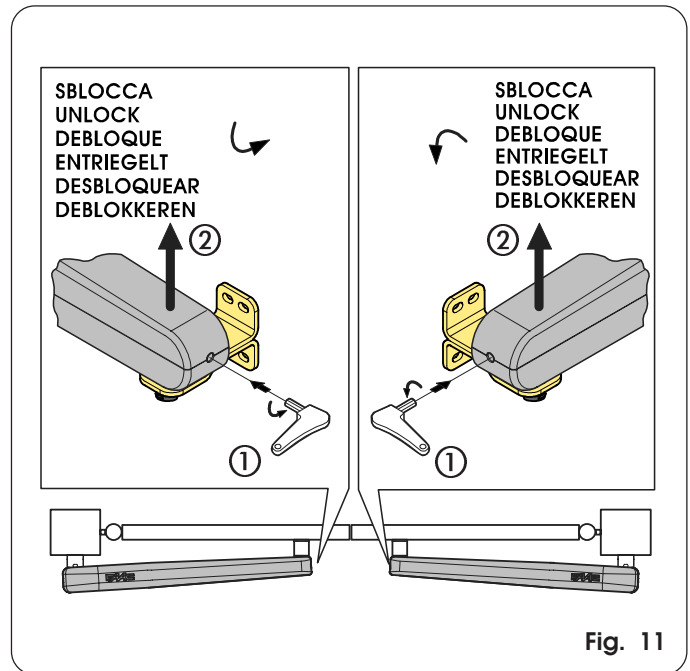

Fig. 11
- Steek de bijgeleverde inbusleutel in het voorste deel van de aandrijving en draai hem 5-6 slagen tegen de klok in (Fig. 11 Ref. ①).
- De aandrijving aan de voorkant optillen om deze uit de bevestiging los te maken (Fig. 11 Ref. ②) en de ontgrendelsleutel eruit halen.